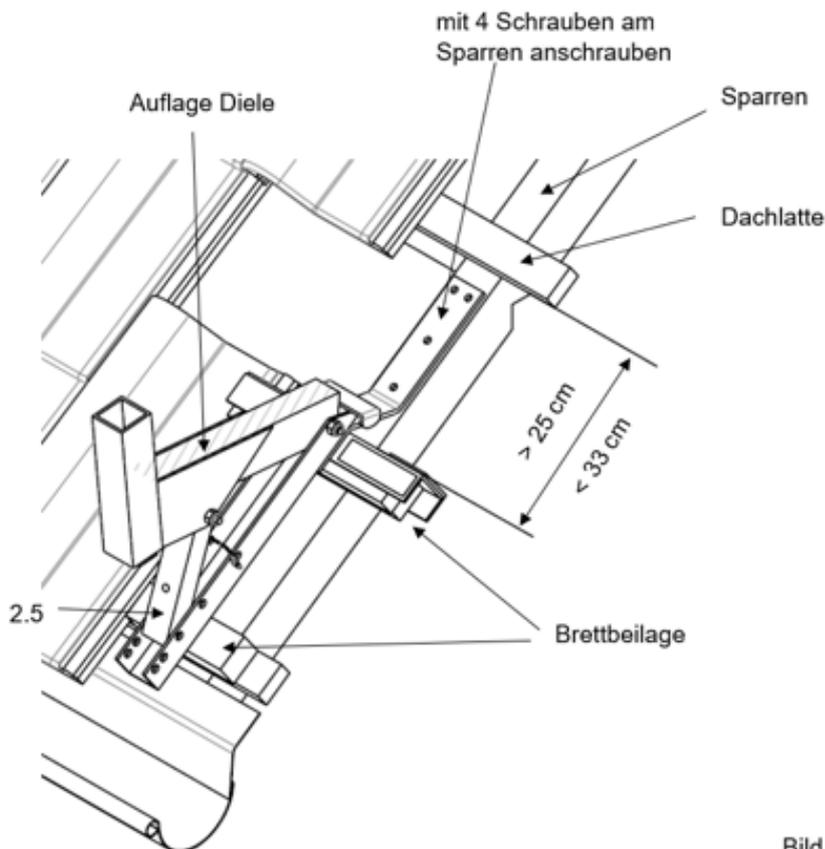

Bild 1
- Die Auflage Diele (siehe Bild 1) waagrecht stellen. Dies wird mit den Absteckmöglichkeit (Pos. 2.5) bewerkstelligt.